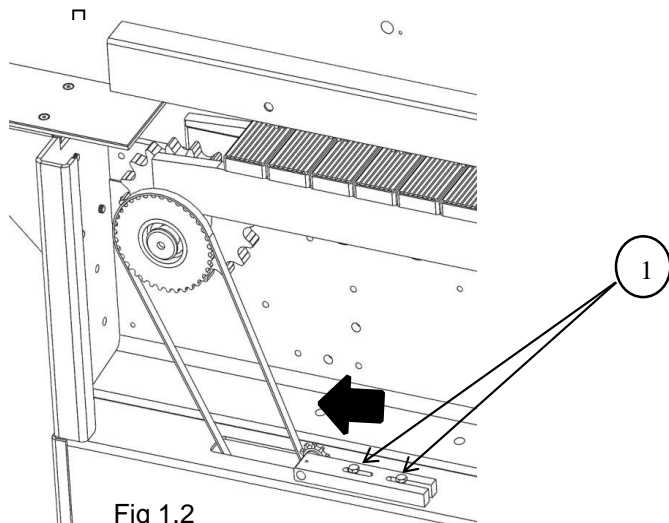

Fig 1.2
Het is nodig om regelmatig de staat en de spanning van de riem te controleren. Om de ketting van de versnellingsbak op te spannen moet eerst het beschermingsdeksel van de ketting worden weggenomen na het los zetten van 2 schroeven **Fig1.2 (1)**. Na het opspannen de schroeven terug vast zetten en het deksel terug plaatsen.
- Draai de schroeven los en verwijder de kettingspanner **Fig 1.2 (1)**.